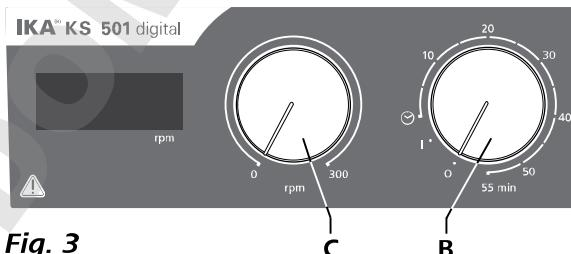

Fig. 3
- ⇒ Para ligar o aparelho rode o botão rotativo **"On/Off"** e **"Timer"** (B, ver Fig. 3) no sentido dos ponteiros do relógio para a posição **"1"**.
- ⇒ Para desligar o aparelho rode o botão rotativo **"On/Off"** e **"Timer"** (B) para a posição **"0"**.
- ⇒ Defina a rotação do motor com o botão regulador **"Rotação"** (C, ver Fig. 3). A rotação do motor pode ser regulada para 0 a 300 rpm.